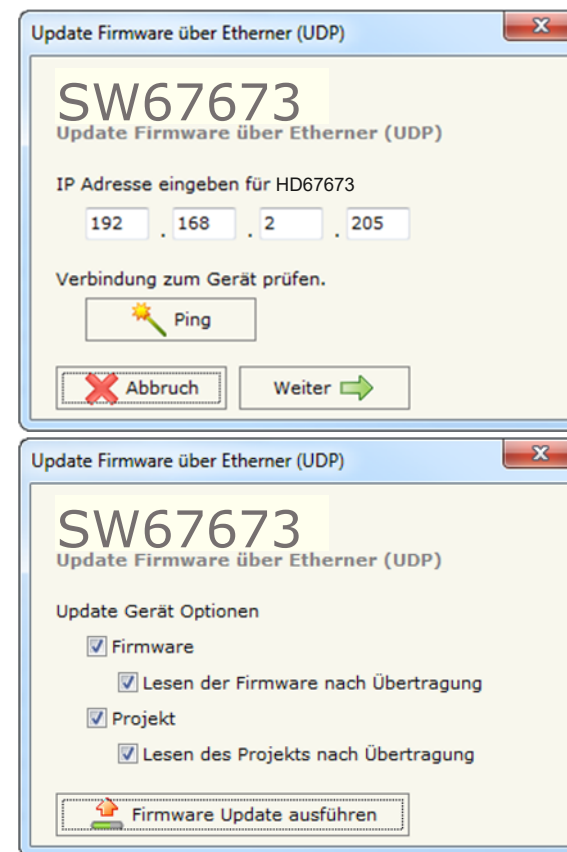

Abb. 15: Geräteupdate
- Wählen Sie aus, welche Operationen Sie durchführen wollen (Abb. 15)